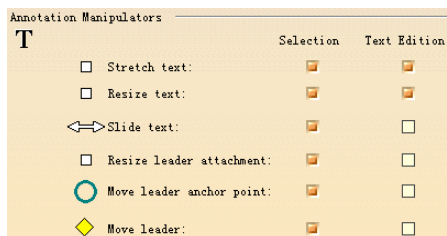

图 6-86
- (4) Annotation Manipulators (标注操纵器) 选项组 (如图 6-86 所示)